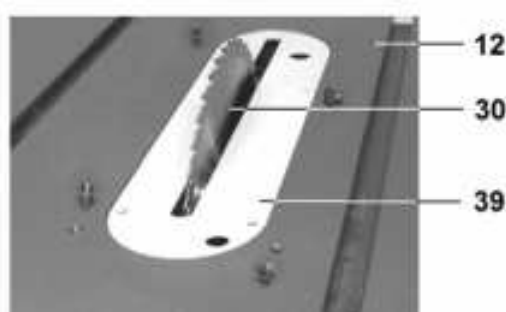

Рис.19
8.5.4. Если предстоит выполнять несквозное пиление (выборка паза и т.п.), опустите расклинователь (37) максимально вниз, ниже поверхности рабочего стола (12). На рабочий стол (12) установите вставку стола (39), Рис.19. Вставка (39) монтируется в замок и на магните, высота регулируется через отверстия в вставке (39) поднятием или опусканием опорных винтов.